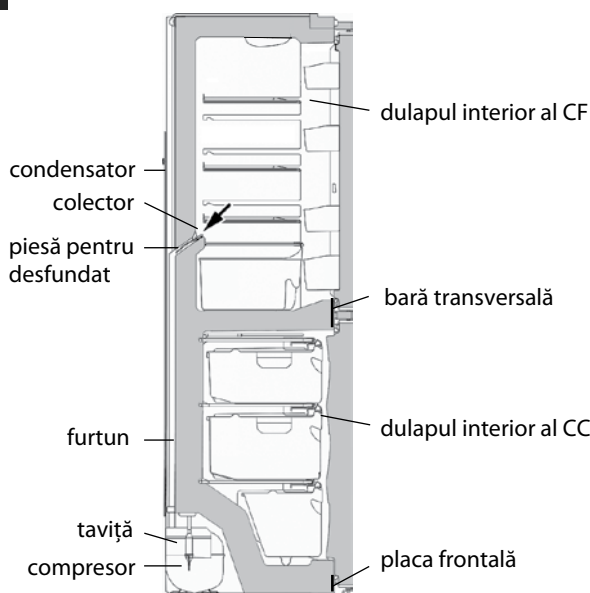

Figura 10 – Schema scurgerii apei rezultate în urma topirii din CC
4.2.1 În CF se folosește un sistem automat de dezghețare. Bruma, care apare pe perețele din spate a CF, după deconectarea compresorului care lucrează în ciclu, se topește și se transformă în picături de apă. Picăturile de apă rezultată în urma topirii se scurg în colector, apoi prin gaura acestuia și prin furtun - în tavița de pe compresor, în conformitate cu figura 10 și se evaporă. Gaura colectorului este dotată cu o piesă pentru prevenirea înfundării sistemului de drenaj.
Prezența apei în colector indică înfundarea sistemului de drenaj. Pentru eliminarea înfundării folosiți piesa corespunzătoare și curățați gaura colectorului, astfel ca apa să se scurgă liber în taviță, apoi spălați piesa și instalați-o în conformitate cu figura 10.